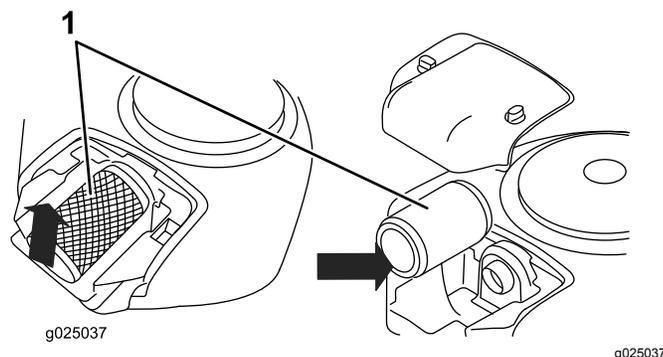

Bild 23
3. Heben Sie das Ende des Filters an, um ihn abzunehmen (Bild 23).